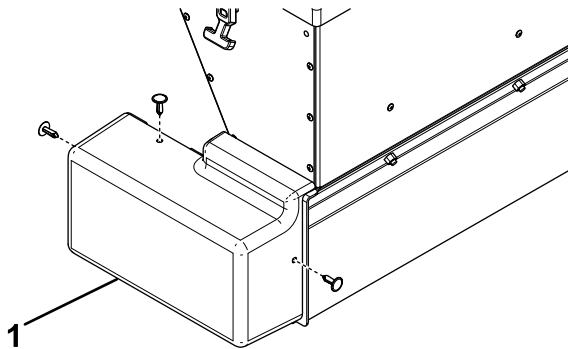

Bild 4
1. Entfernen Sie die Motorabdeckung und bewahren Sie diese auf (Bild 4).